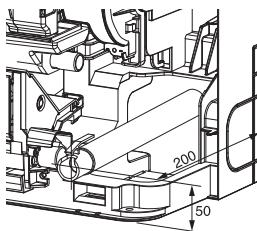

Bild 4
- Kontrollera att dräneringsslangen (1) dras så som visas när dräneringsrören dras. (Bild 4)